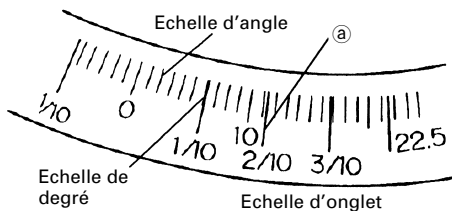
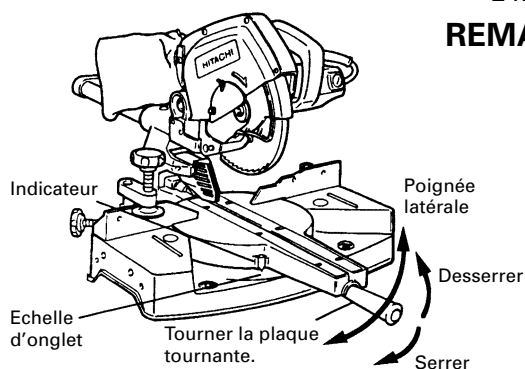

Fig. 24
Fig. 26
- (1) Desserrer la poignée latérale et régler la plaque tournante jusqu'à ce que l'indicateur soit aligné sur le réglage voulu de l'échelle d'onglet (Fig. 26).
- (2) Resserrer la poignée latérale pour fixer la plaque tournante à la position voulue.
- (3) L'échelle d'onglet (Fig. 24) indique à la fois l'angle de coupe de l'échelle d'angle et le degré de l'échelle de degré.
- (5) En conséquence, pour couper une pièce à un angle de 2/10, régler l'indicateur sur la position (a), comme indiqué à la Fig. 24.